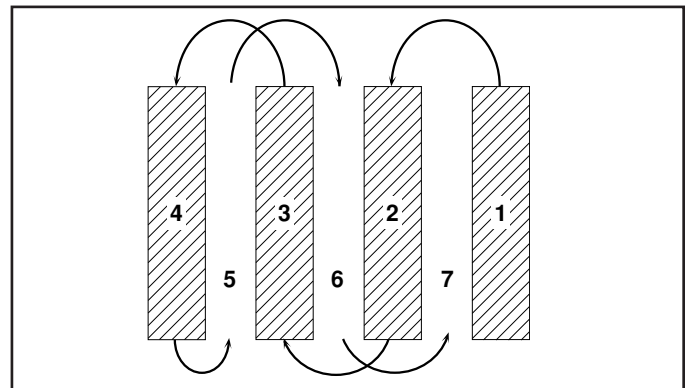

Fig. 9
- Vous trouverez le labourage beaucoup plus facile si vous laissez un rang non bêché entre les sillons. Puis retournez entre les sillons (Voir la Fig. 9). Il y a deux raisons pour faire ceci. Premièrement, des virages larges sont beaucoup plus faciles à prendre que des demi-tours. Deuxièmement, la motobineuse ne vous entraînera pas vers le rang plus proche.